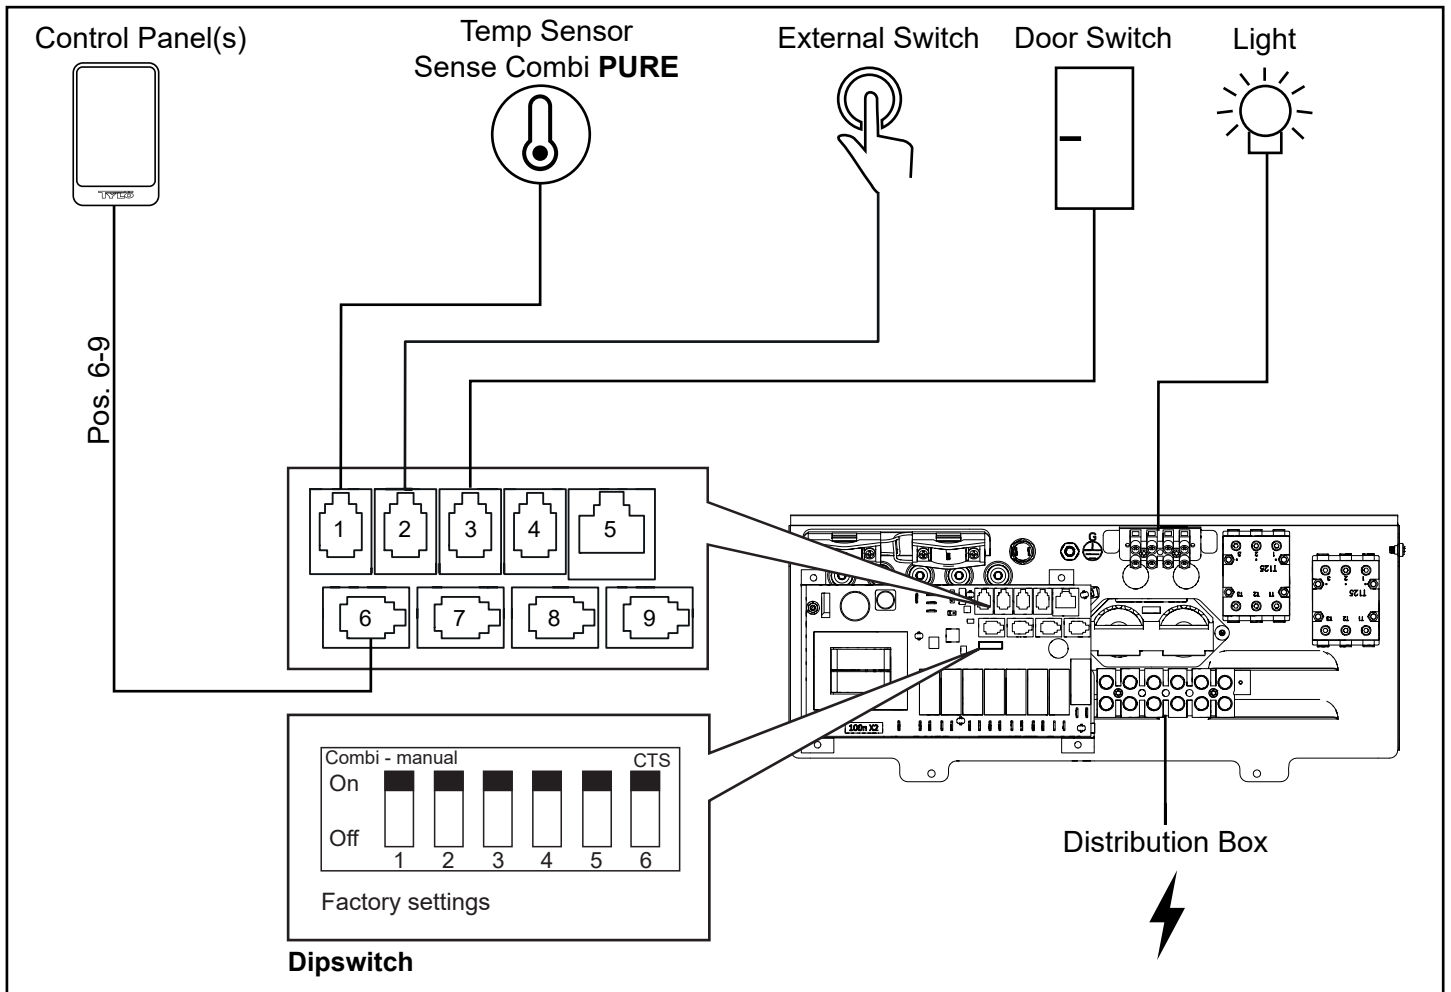

Fig. 20. Schematisk installation Sense Combi Pure
6. **Combi Pure:** Anslut sensorns kabel till NTC-kontakten på kretskortet (position 1) (se Fig 20).